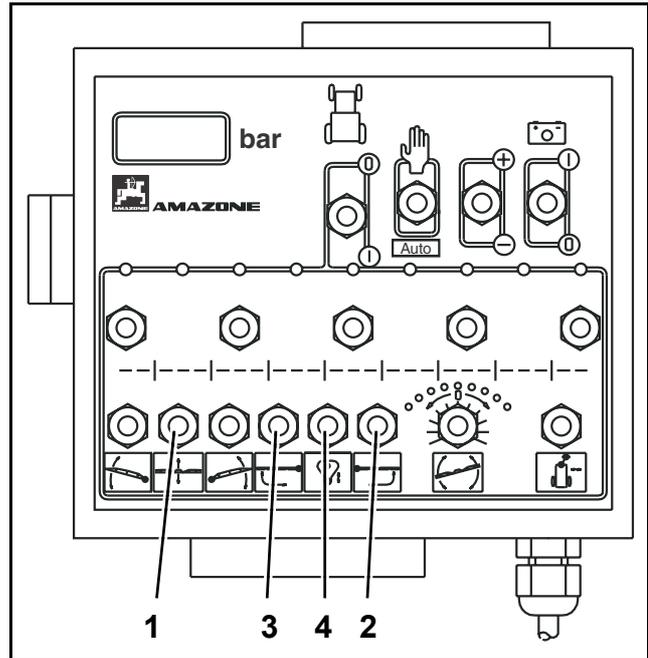
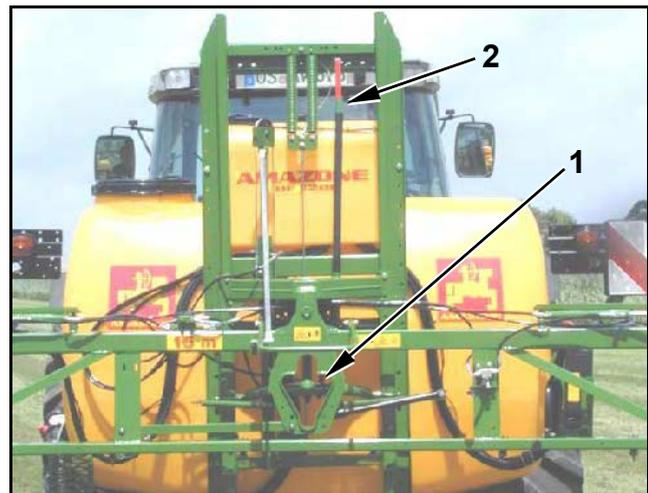

Fig. 8.42
Fig. 8.43
- Déverrouillez et verrouillez l'amortissement tri-directionnel sur la position de transport en utilisant la touche (Fig. 8.42/4).
- Pour déverrouiller poussez brièvement la touche (Fig. 8.42/4) vers le haut. **L'amortissement tri-directionnel** (Fig. 8.43/1) est déverrouillée lorsque la partie verte de l'indicateur de verrouillage (Fig. 8.43/2) est visible. **La Fig. 8.43 montre l'amortissement tri-directionnel de la rampe en phase déverrouillée.**
- Pour déverrouiller, appuyez brièvement la touche (Fig. 8.42/4) vers le haut. **L'amortissement tri-directionnel** est verrouillé lorsque la partie rouge (Fig. 8.44/1) de l'indicateur de verrouillage (Fig. 8.44/2) est encore cachée. **La Fig. 8.44 montre l'amortissement tri-directionnel de la rampe en phase verrouillée.**